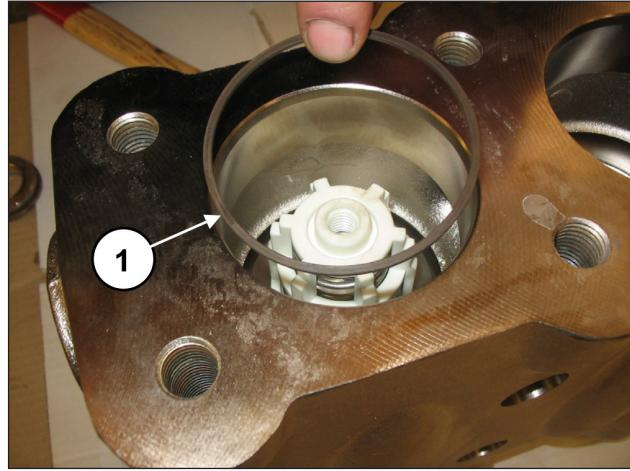

Рис. 126
Вставьте антиэкструзионное кольцо, поз. №16 на деталировочном чертеже (поз. ①, Рис. 126).